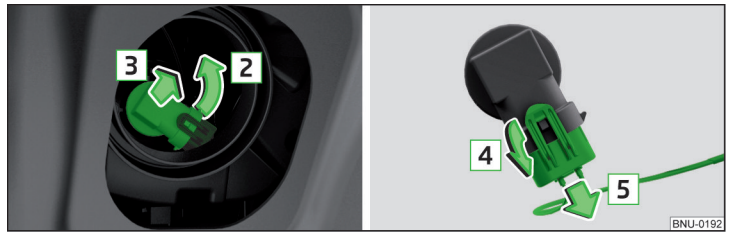

Abb. 351 Glühlampe für Nebelscheinwerfer wechseln
- › Die Fassung mit der Glühlampe bis zum Anschlag in Pfeilrichtung **2** drehen » Abb. 351.